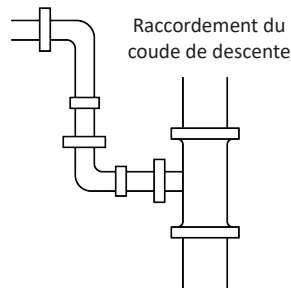

Fig. 4.14
- ② : Raccordement du coude de descente posé (Fig. 4.14)